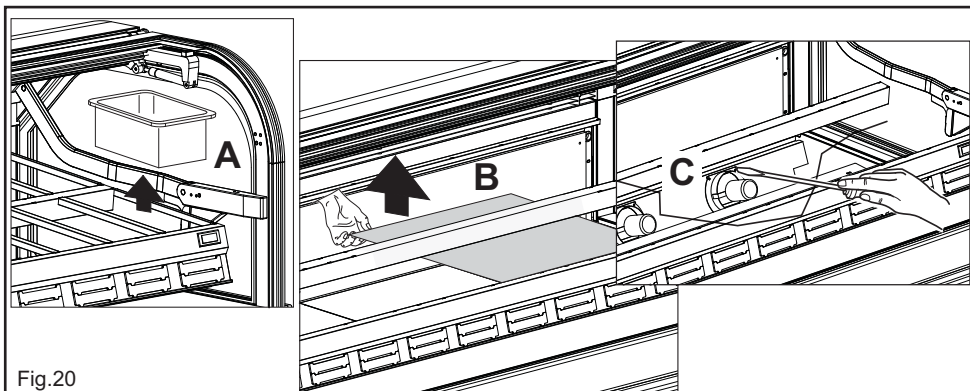

Fig.20
- Enlevez les bacs à glaces (fig. 20 pos. A)
- Retirez les supports de protection (fig. 20 pos. B)
- Dévissez les vis de fixation du ventilateur (fig. 20 pos. C) pour pouvoir l'extraire après qu'il a été débranché.